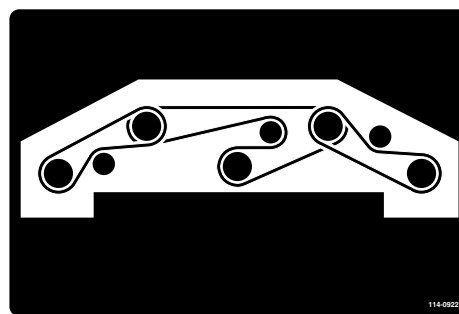

Bild 126
8. Verlegen Sie den neuen Riemen um die Spindelscheiben und die Spannscheiben (Bild 126).